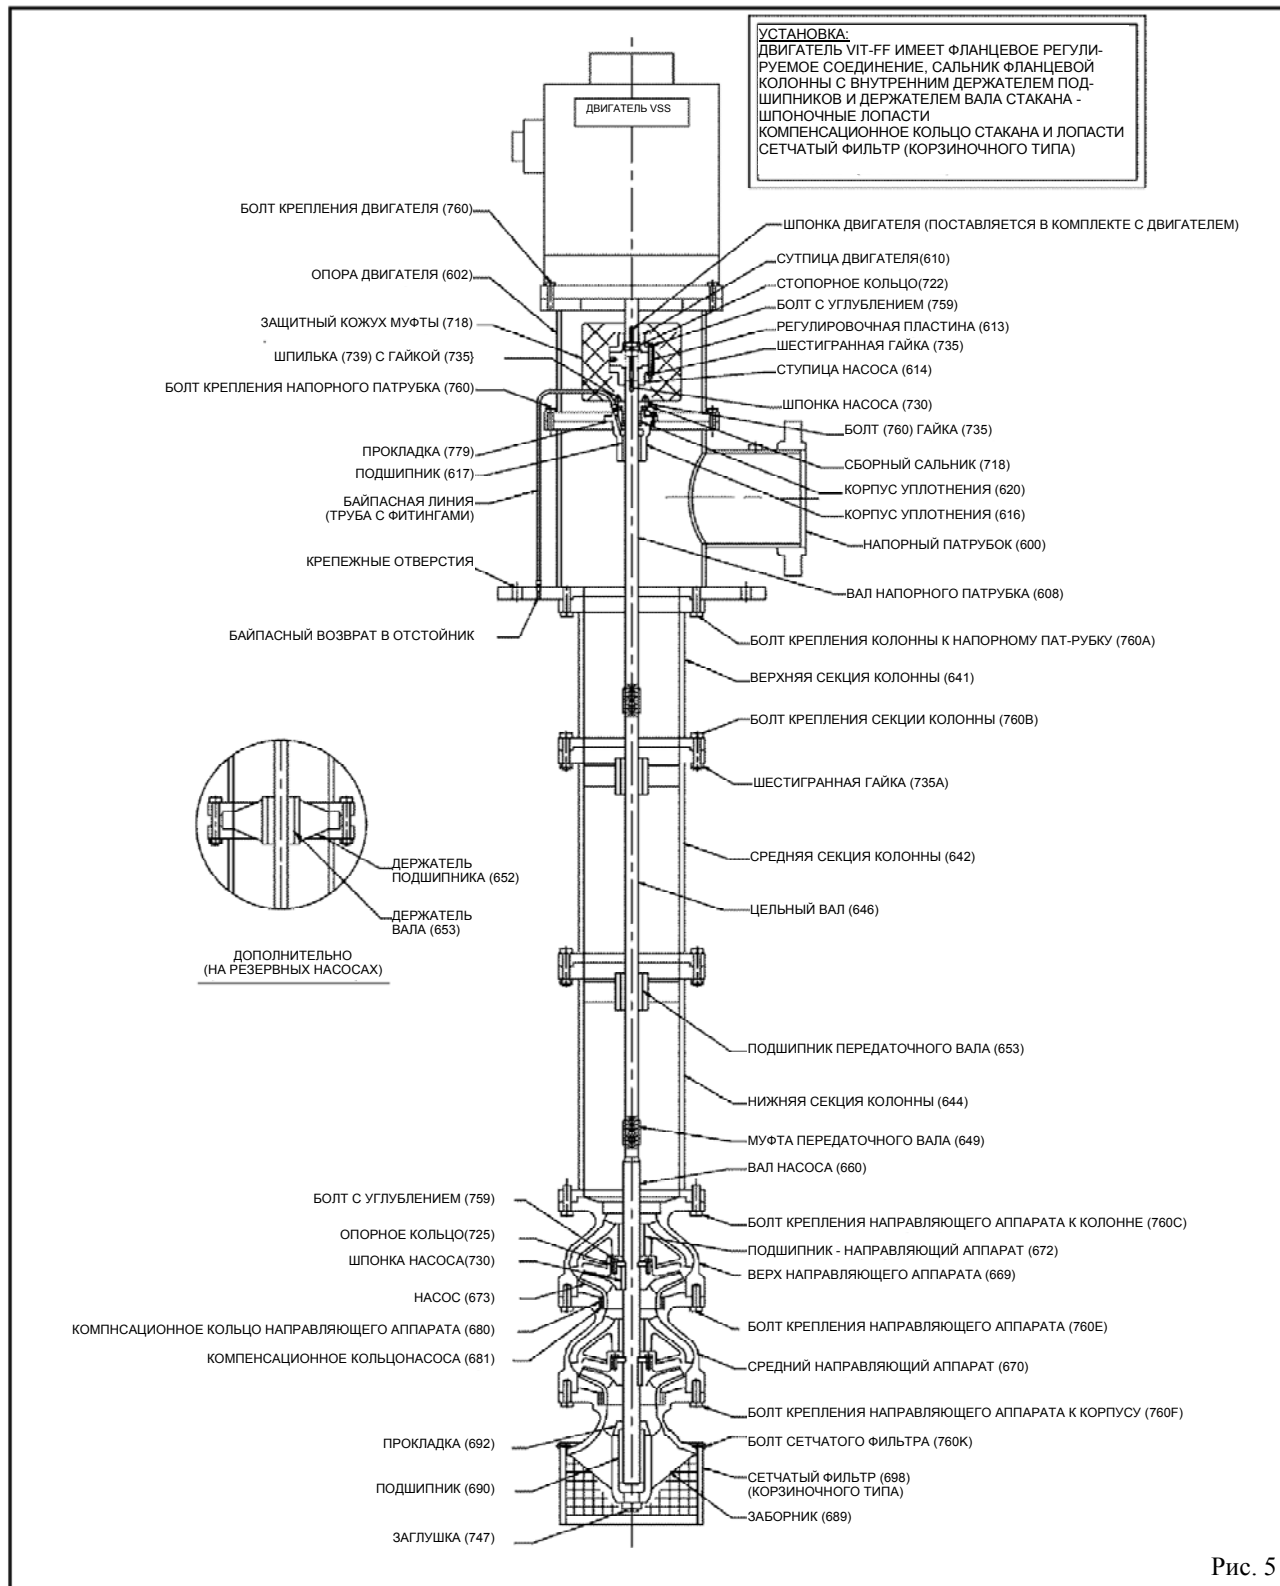

Рис. 5
1. Проверьте передаточный вал (608) и вал насоса (646) на предмет отсутствия деформаций (искривления). Средний показатель общих отклонений должен быть менее 0.0005" TIR (0.013 мм) на фут (0.305 м), не превышать 0.005" T.I.R. (0.127 мм) на каждые 10 футов (3 м) вала.
2. См. Рис. 5. Нанесите тонкий слой смазки на вал насоса (646) и на резьбу соединения (649) (для не истирающегося, или Molykote для истирающегося материала). Закручивайте вручную до тех пор, пока не почувствуете сопротивление. Тонкая проволока, вставленная в высверленное отверстие в центр соединения, может быть использована в качестве щупа для определения правильного положения соединения (муфты) на вале насоса. Удалите проволоку после установки муфты. Завершите соединение, используя пару газовых ключей, один на верху вала насоса (660) и другой на соединении (649). Вставьте верхний вал в соединение до упора. Не используйте газовые ключи на поверхности шейки подшипника.
6. Расположите держатель подшипника (653) с подшипником (652) над валом насоса (646) и поместите его в отверстие нижнего фланца колонны (644) (см. Рис. 5).
7. Установите резьбовое соединение (649) на выступающий край вала (646), если требуется.
8. Смонтируйте следующую секцию колонны (642), или верх колонны (641), если требуется. Совместите отверстие нижней колонны [или держатель подшипника (643)] с отверстием верхней колонны, зафиксируйте стяжными болтами (760В) и шестигранными гайками (735А), что необходимо для правильной установки всех колонн и валов. Затяните стяжные болты шестигранными гайками поэтапно и равномерно.
**ПРИМЕЧАНИЕ:** Если используются отдельно поставляемые держатели подшипников, не перетяните фланцевые болты при совмещении опорных поверхностей фланцев. Опорные поверхности фланцев сконструированы отдельно от держателя подшипников (653).
4. Вставьте шпонку(730) в вал насоса (660).
5. Опустите муфту (734) над валом примерно на один дюйм ниже верха вала.
6. Опускайте вал до тех пор, пока он не коснется вала насоса. Вставьте кольцевую шпонку (726) в пазы вала насоса и длинного вала. Установите муфту (734) пока она не закроет кольцевую шпонку (726).
7. Вставьте шпонку (730) в длинный вал (646). Установите муфту наверх шпонки (730).
8. Закрепите муфту (734) таким образом, чтобы разделить кольцевую шпонку (726) с установочным винтом (760) и проволочным замком (788).
9. Установите два болта с проушиной в диаметрально противоположных позициях в верхний фланец нижней колонны (644). Закрепите лебедку болтами и подъемным крюком. Поднимите секцию колонны над стаканом. Опускайте колонну над валом насоса до тех пор, пока фланец колонны не совпадет с отверстием напорного фланца стакана. Вставьте столько стяжных болтов в оба фланца, сколько возможно. Последовательно затяните стяжные болты в диаметрально противоположных парах
12. Расположите держатель подшипника (653) с подшипником (652) над валом насоса (646) и поместите его в отверстие нижнего фланца колонны (644) (см. Рис. 5)
13. Установите следующий узел соединения вала на выступающий край вала (646), если требуется, выполняя шаги 4-8, показанные выше.
14. Смонтируйте следующую секцию колонны (642), или верх колонны (641), если требуется. Совместите отверстие нижней колонны [или держатель подшипника (653)] с отверстием верхней колонны, зафиксируйте стяжными болтами (760В) и шестигранными гайками (735А), что необходимо для правильной установки всех колонн и валов. Затяните стяжные болты шестигранными гайками поэтапно и равномерно.